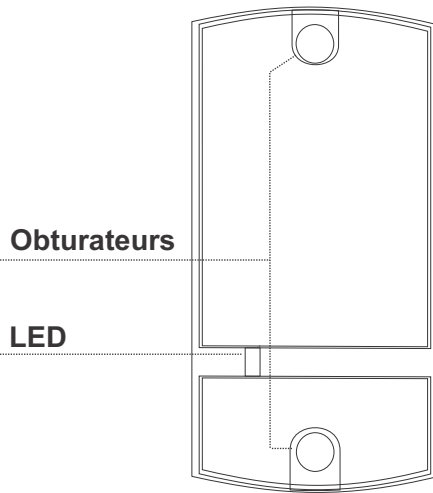

Fig. 2
5. Fermer les orifices du boîtier du lecteur à l'aide des obturateurs (Fig. 2).